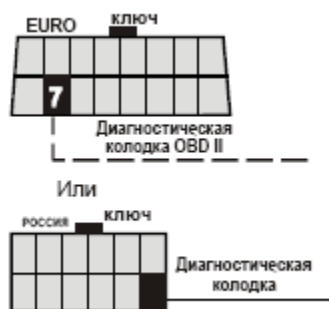

Рис.1. Схема подключения К-линии
- Вставьте разъем кабеля в гнездо диагностического разъема, расположенного на автомобиле (при использовании кабеля со штекером в прикуриватель и с диагностической линии подключите его к тестеру, затем подключите провод К-линии к диагностическому разъему согласно рис.1, и вставьте провод питания в разъем прикуривателя автомобиля).